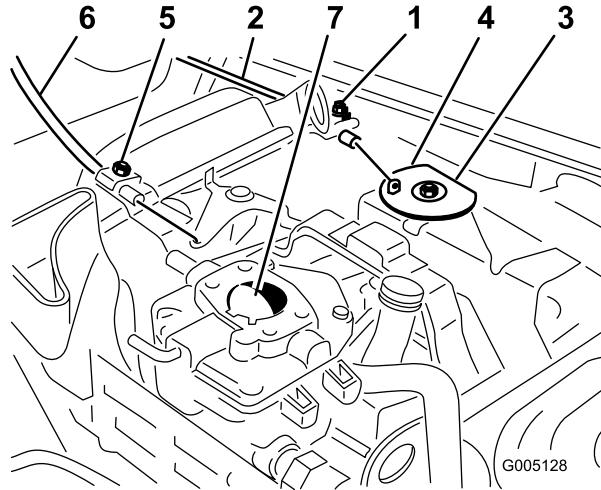

Bild 46
- Ziehen Sie fest am Bowdenzug, bis die Rückseite der Schwenkplatte den Anschlag berührt (Bild 46).
- Lockern Sie die Klemmschraube des Bowdenzugs, mit der dieser am Motor befestigt ist (Bild 46).
- Ziehen Sie fest am Chokezug, bis die Choke-Drosselklappe ganz geschlossen ist; ziehen Sie dann die Klemmschraube des Chokezugs fest (Bild 46).